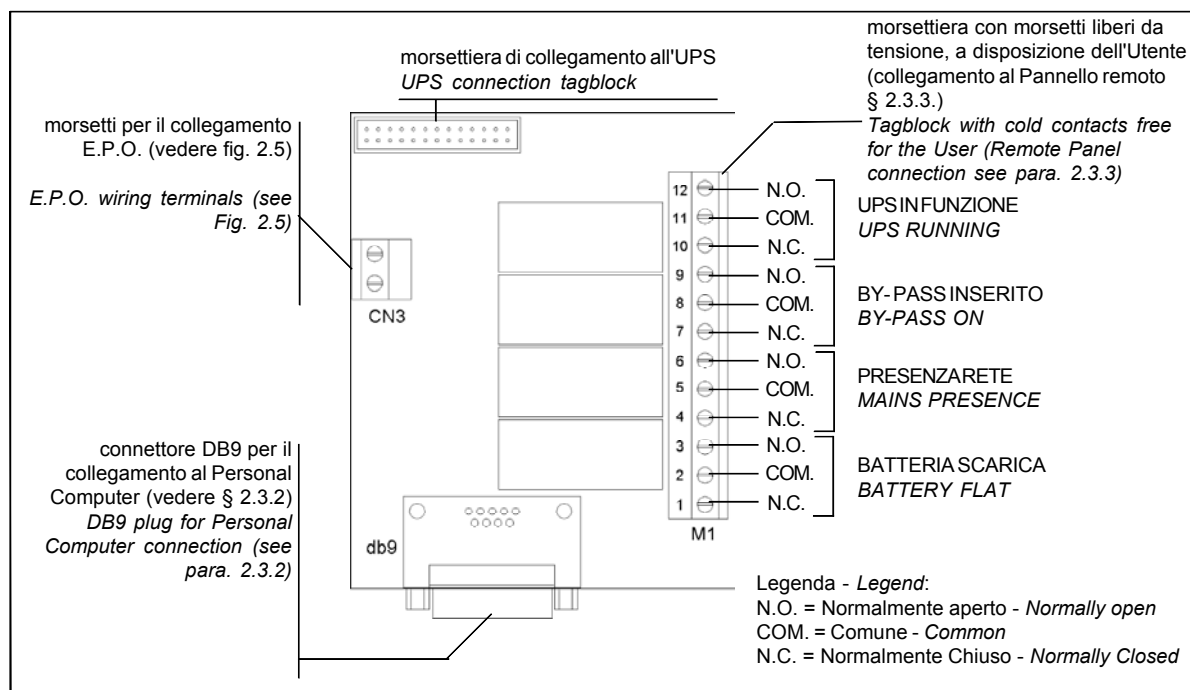

Fig. 2.7 - Schema dei collegamenti della scheda interfaccia segnali con relè
- 1) *Proceed to wire-connect as shown on the diagram of Fig. 2.7.*